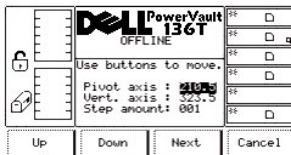

Figure 103. Service > Library > Diags > Picker > Step > Dialogue Axes
- 1 Si la touche de fonction **OK** est enfoncée, la Figure 103 s'affiche. Cet outil de diagnostic avancé ne doit pas être utilisé pendant le fonctionnement normal.